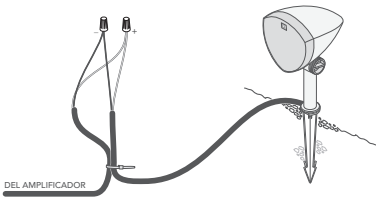

Figura 7
- 2. Empezando por el altavoz más alejado del amplificador, pele 3/4 de pulgada de aislamiento en el extremo cortado de los cables de entierro para el canal de amplificador apropiado, según las tablas siguientes; a continuación, pele el aislamiento de los extremos del cable flexible del altavoz correspondiente (ver figura 7).
- 3. Conecte el cable de entierro al cable flexible del altavoz con una brida de alambre (ver figura 7).